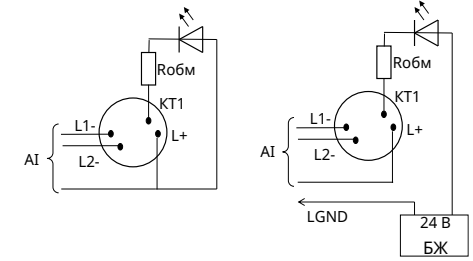

Рисунок 3 – Підключення ВПОС або світлодіода
4.2 Якщо за проектом використовують ВПОС з живленням від АІ, то його мінусовий контакт з'єднують з гвинтовою клемою з маркуванням «2» (КТ1), а плюсовий – гвинтовою клемою з маркуванням «1» (L+) (рис.3а, наявність Robm залежить від типу ВПОС і його робочого струму). Замість ВПОС допускається підключення світлодіода через резистор Robm з опором не менше 10 кОм. Для ВПОС слід підбирати світлодіод з малим струмом споживання (близько 2 мА).
Якщо живлення пристроїв виносної індикації передбачають від зовнішнього БЖ, СПДА підключають згідно рис. 3б. Мінусовий дріт від БЖ підключають до клемі «LGND» ППКП. Вихідна напруга БЖ повинна бути не більше 30 В і повинна забезпечувати робочий струм ВПОС.